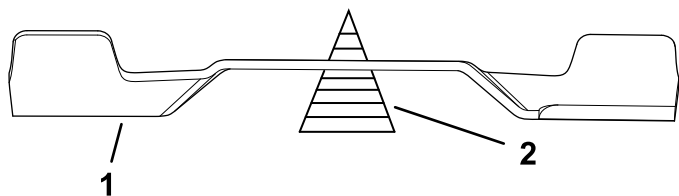

図 107
2. ブレードバランサーを使ってバランスを調べる図 107。